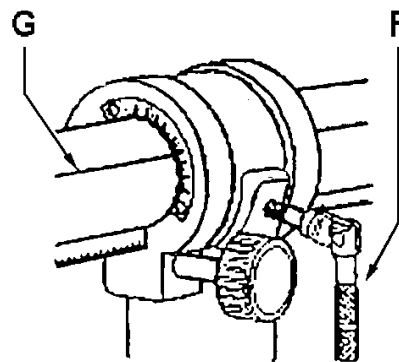

Fig 4
Lösen Sie den Klemmhebel (F, Fig 4) und schwenken Sie entsprechend der Skala und Bezugslinie (G).